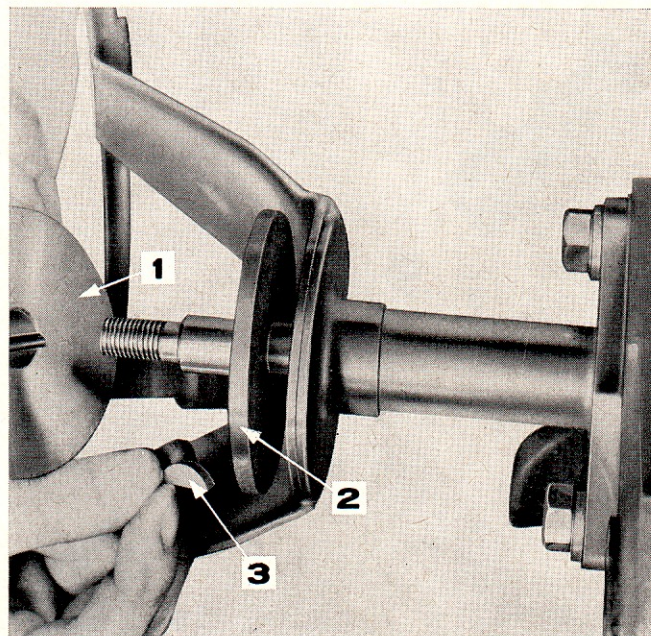

Figure 35: Pose du levier de commande de relevage
7. Monter le disque de friction et la clavette woodruff sur l'arbre de levier de commande (Figure 35).